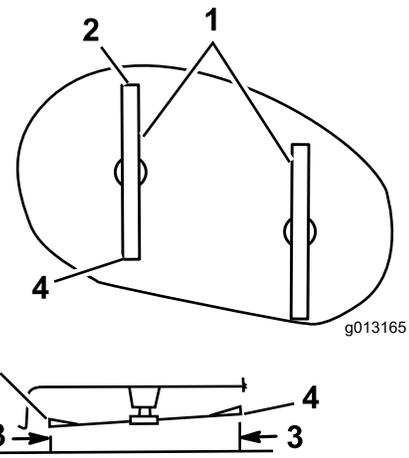

Figura 41
1. Mida la distancia entre la punta delantera de la cuchilla de la izquierda y la superficie plana (Figura 41). Repita con la punta trasera de la cuchilla de la izquierda.